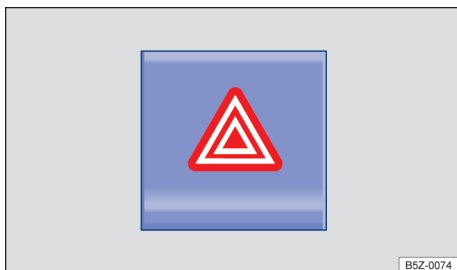

Fig. 40 Na parte superior do console central: interruptor para ligar e desligar as luzes de advertência.
2. Ligar as luzes de advertência com o interruptor  → Fig. 40.
As luzes de advertência também podem ser desligadas ao pressionar o interruptor  no painel de instrumentos → Fig. 40.